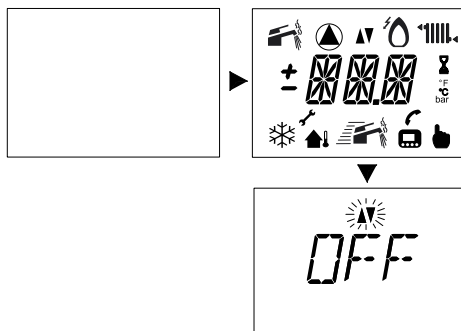

Figura 2.2
- Alimentate elettricamente la caldaia azionando l'interruttore bipolare previsto nella installazione Il display LCD visualizza la sequenza di Figura 2.2.